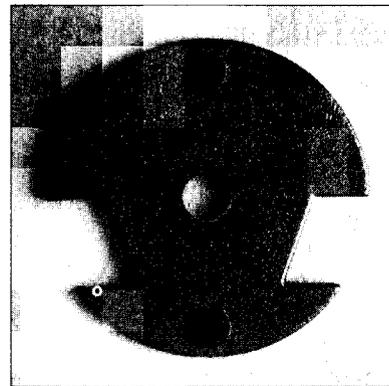

Abbildung 1
1. Die Brennanzeige (siehe Abb. 1) entfernen.